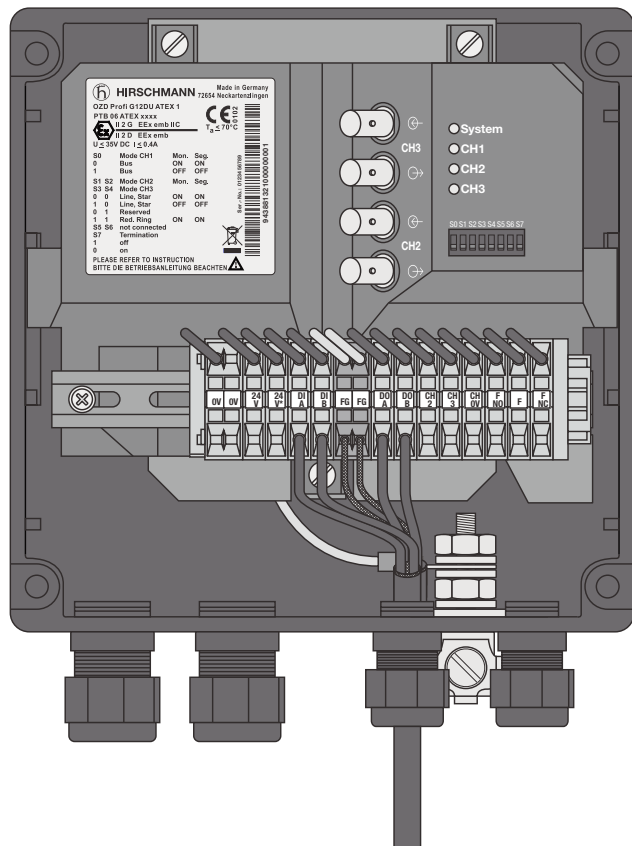

Abb. 23: Leitungsdurchführung der elektrischen Busleitungen beim OZD Profi G12DK ATEX 1 (OZD Profi ... DE ... : analog)
- ▶ Führen Sie die beiden RS 485-Leitungen beim OZD Profi G12DK ATEX 1 und OZD Profi G12DE ATEX 1 wie in Abbildung 23 gezeigt durch die beiden Kabelführungen (PG-Verschraubungen).